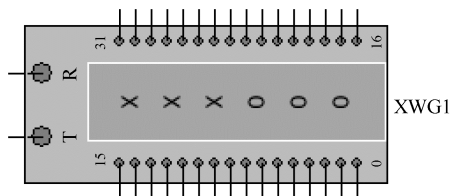

图 4.5.14 字信号发生器图形
(1) 查找并放置字信号发生器。在仪表工具栏中单击  图标 (显示 Word generator), 将其拖放于图纸中。右键单击字信号发生器图形, 在快捷菜单中选择“顺时针旋转 90°”, 将其横向放置。字信号发生器图形如图 4.5.14 所示, 共有 32 路输出端子, 名称默认为 XWG1。